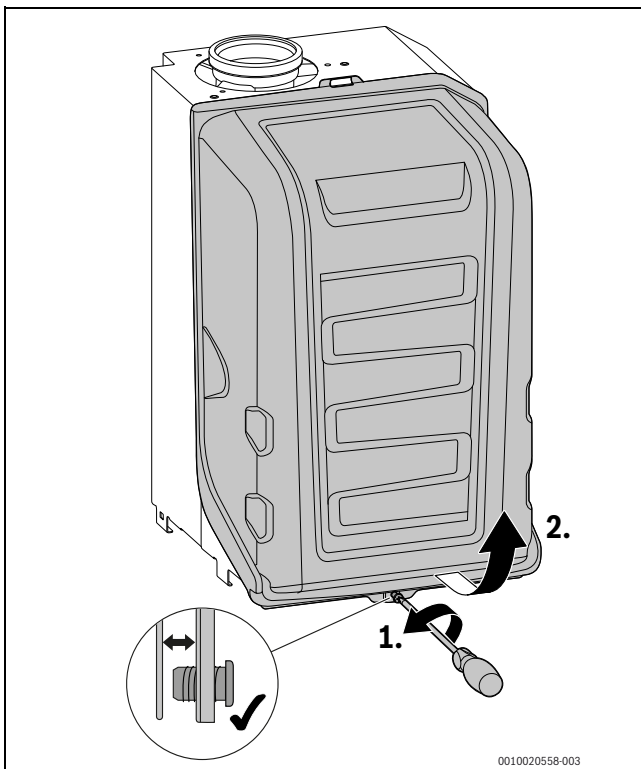

Bild 143 Brennerhaube abnehmen
- Brennerhaube abnehmen (→ Bild 143, Seite 72).